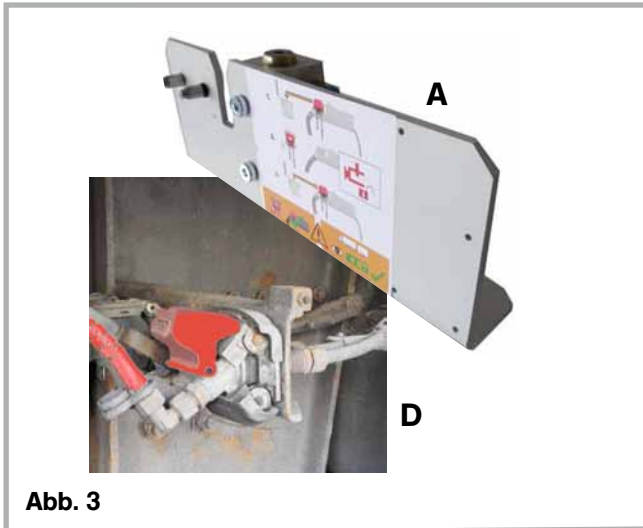
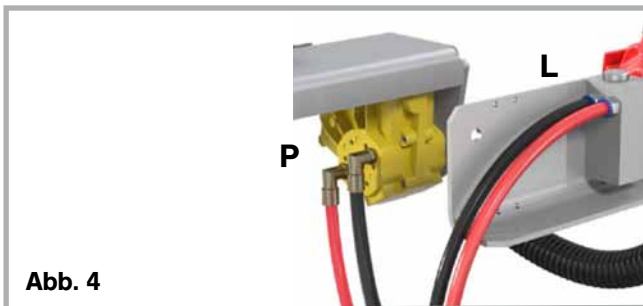

Abb. 3
Abb. 4
1.3 Anbau Befestigungshalter (Abb. 3)
- Befestigungshalter (A) am Heck des Fahrzeuges an geeigneter Stelle in der Nähe des Fahrzeug Duomatic Anschlusses (D) des LKW anschrauben
1.4 Anschluss Pneumatikschläuche (Abb. 4)